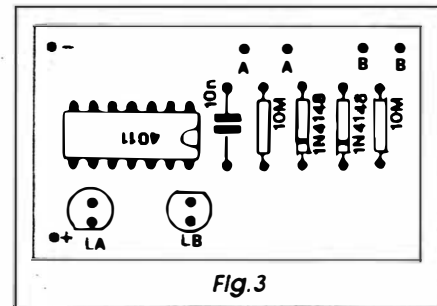
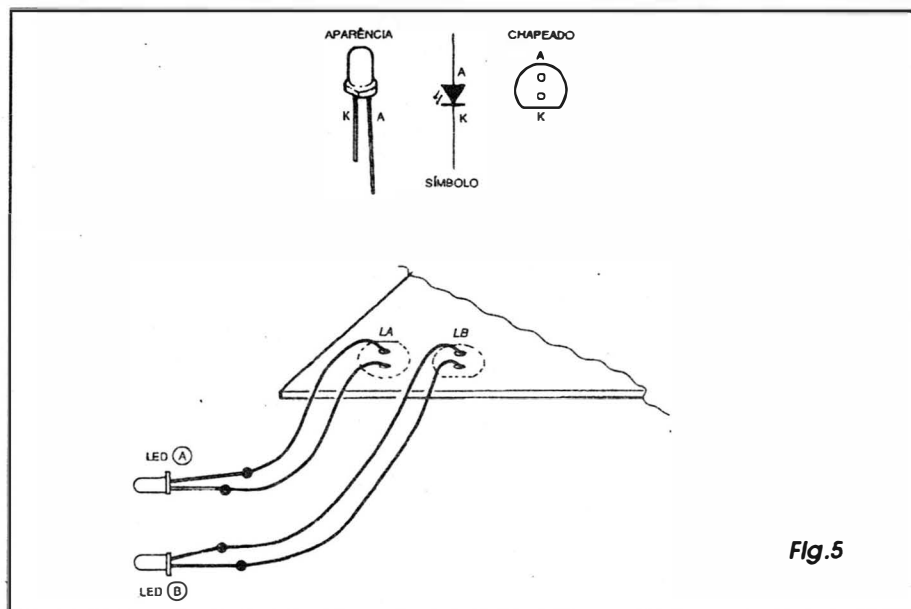

Fig. 3
Fig.5
- **FIG. 3 - CHAPEADO DA MONTAGEM** - Virando a plaquinha, de modo a agora mostrar sua face não cobreada, temos a colocação e identificação de códigos, polaridades e valores dos componentes, *nos conformes* da estilização adotada por APE, e que torna tudo muito claro e fácil para os leitores/hobbistas (mesmo principiantes...). Chamamos a atenção apenas para os componentes polarizados, que devem ser inseridos e soldados em posição correta, já que inversões nessas peças causarão o não funcionamento do circuito, e eventuais danos ao próprio componente... É o caso do integrado, cuja extremidade marcada deve ficar voltada para a posição ocupada pelo capacitor, dos dois diodos, com suas extremidades de **catodo** (marcadas pelo anel ou faixa em cor con-
- **FIG. 5 - DETALHES E INFORMAÇÕES QUANTO ÀS LIGAÇÕES DOS LEDs INDICADORES** - Na fig. 3 os LEDs são mostrados com ligações diretas à placa, repousando fisicamente sobre a dita cuja... A estilização adotada mostra que os terminais de catodo dos tais LEDs são referenciados pelo pequeno chanfro existente na base dos componentes... Para melhor entender essa codificação visual, o diagrama mostra, em um dos seus blocos, a aparência real, o símbolo esquemático e a correspondente estilização adotada para representar o componente no *chapeado* (fig. 3). Em alguns casos, e depen-